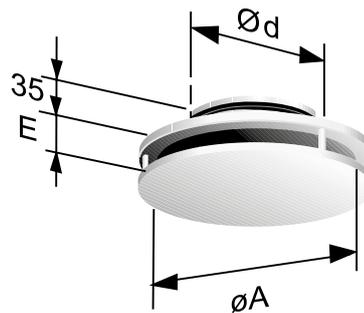

Abbildung 2. CDD/CDR.
- dB(A) gilt für normalgedämpften Raum (4 dB Raumdämpfung).
- Bezüglich des Korrekturfaktors für abgeblendetes Strahlprofil, siehe Diagramm und Beispiel zuletzt nach den Auslegungsdiagrammen. Siehe Abbildung 2.